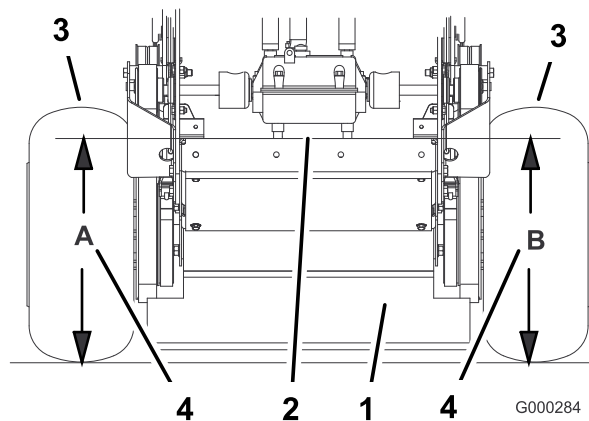

Figura 53
5. Misurate l'altezza della scocca del motore al punto **B** (Figura 53).
4. Misurate l'altezza della scocca del motore al punto **A** (Figura 53).